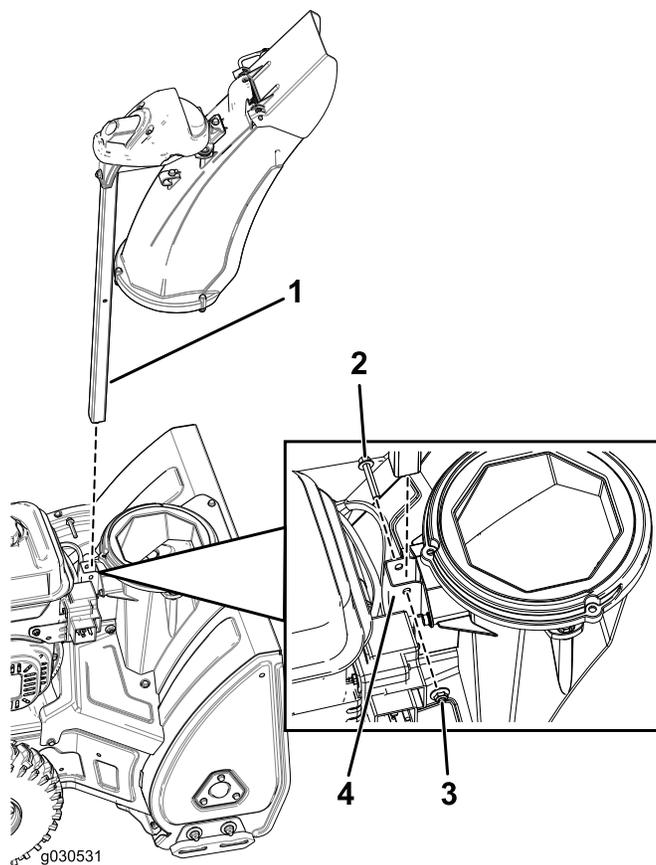

Figura 5
1. Inserte la barra del conducto en la base de la máquina a través del soporte y sujétela usando un perno y una contratuerca (Figura 5).